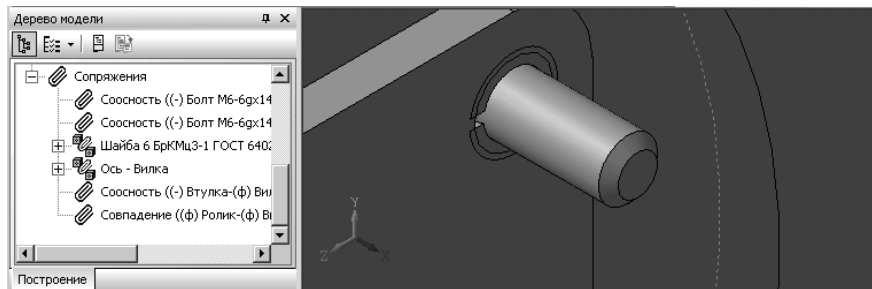

Рис. 6.76. Результат установки болта с шайбой после операции **Совпадение с Прямой ориентацией**
- переместите указатель курсора на плоскость планки и, когда она выделится пунктирами, щелкните по ней мышью. Произойдет установка болта с шайбой в отверстие планки, но с неправильной ориентацией. Это состояние системы показано на рис. 6.76.
Как можно заметить, на рис. 6.76 требуется заменить ориентацию плоскостей совпадения.